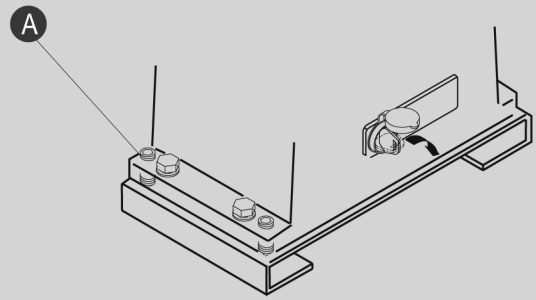

Fig. 2 / Abb.2
4. Engager les 4 vis à empreinte hexagonale dans leur siège de telle façon à les faire saillir de 5 mm minimum (ceci permettra de faire les réglages finaux (A Fig.2).
4. Colocar los 4 tornillos de ranura hexagonal en su alojamiento, haciendo que sobresalgan 5 mm. (Esto servirá para las regulaciones finales) (A Fig.2).
4. Insert the 4 socket-head screws into the respective holes, leaving them protruding by at least 5 mm. (This will serve for fine adjustment) (See fig. 2).
4. Die 4 Sechskantlochschrauben in ihren Sitz einsetzen und mindestens 5 mm herausstehen lassen (Dies dient der endgültigen Einstellung. (Abb. 2).
4. Doe de 4 inbusschroeven op hun plaats en laat ze minimaal 5 mm uitsteken. (Dit dient voor de uiteindelijke afstellingen) (A - fig. 2).